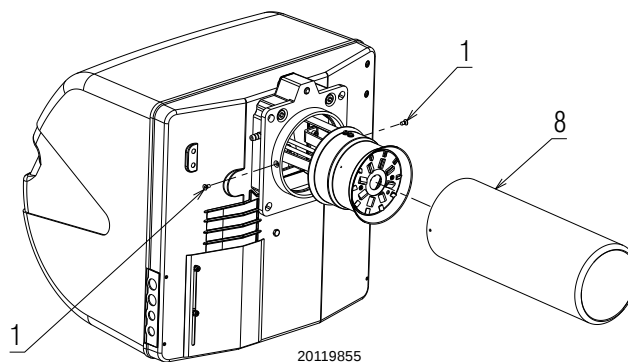

Fig. 2
- dévisser les deux vis 1)(Fig. 2) et enlever le cône flamme 8) ;